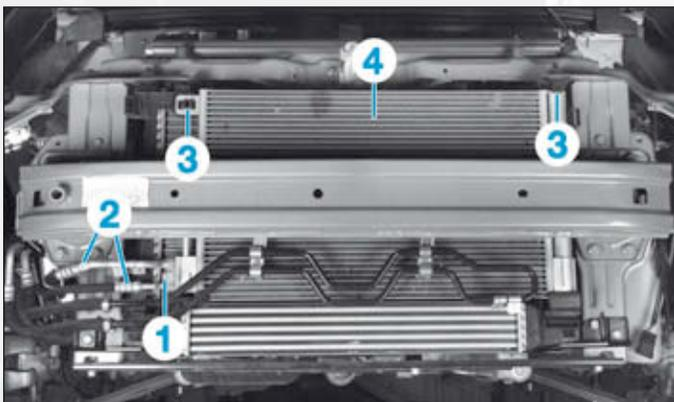

FIG.6
- Déposer la vis (1) (Fig.6).
- Désaccoupler et écarter les canalisations du circuit de réfrigération (2).